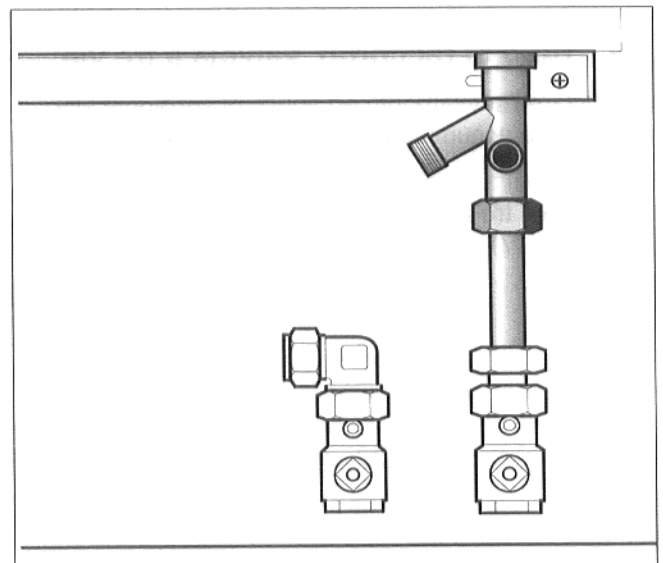

Fig. 4: tubo di ritorno, rubinetto di manutenzione
- Montare il tubo di ritorno con anello torico integrato e morsetto di sicurezza al ritorno caldaia (Fig. 4).
- Collegare il tubo di ritorno con il rubinetto di manutenzione al raccordo murale del ritorno (Fig. 4).